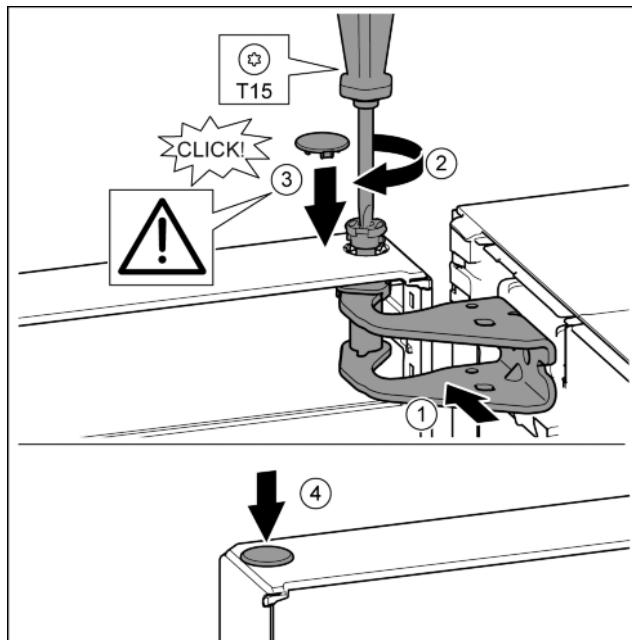

Fig. 18
- ▷ Дверь вверху выровнять по отверстию в опорном кронштейне. Fig. 18 (1)
- ▶ Вставить палец и затянуть отверткой T15. Fig. 18 (2)
- ▶ Установить предохранительную крышку для защиты двери: вставить предохранительную крышку и проверить, прилегает ли она к двери. В ином случае вставить палец полностью. Fig. 18 (3)
- ▶ Вставить заглушку. Fig. 18 (4)